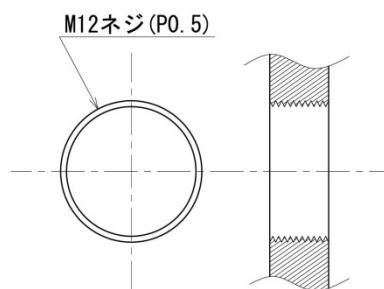

図2. 取付穴加工寸法
- * 5 容器の取付部に取付穴を開けて下さい。(図2. 取付穴加工寸法を参照)